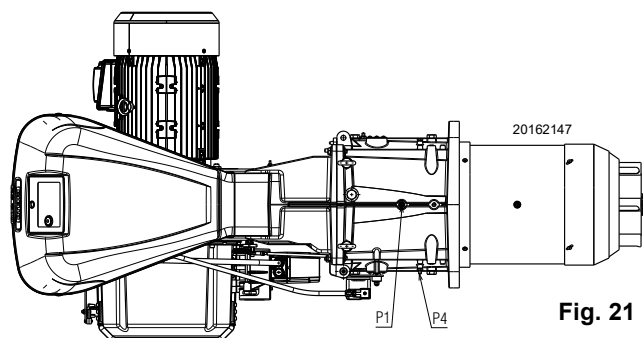

Fig. 21
Pression du gaz mesurée à la prise P1 (Fig. 21), avec :
- Soustraire de la pression du gaz à la prise P1 (Fig. 21) la pression dans la chambre de combustion.
Pression du gaz à la prise P1 (Fig. 21) = 27,6 mbars
Pour connaître la pression de gaz nécessaire sur la prise P1 (Fig. 21), une fois établie la puissance MAX. à laquelle on veut faire fonctionner le brûleur :
- Lire sur la droite, colonne 1, la pression à la prise P1 (Fig. 21).
pression nécessaire à la prise P1 (Fig. 21).